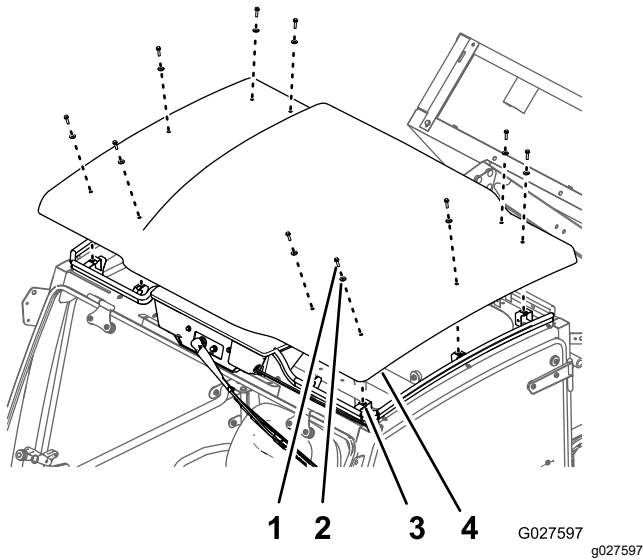

図 13
1. ルーフパネルをルーフパネルブラケットに固定しているボルト 10本 1/4"とシーリングワッシャ10枚を取り外す 図 13。